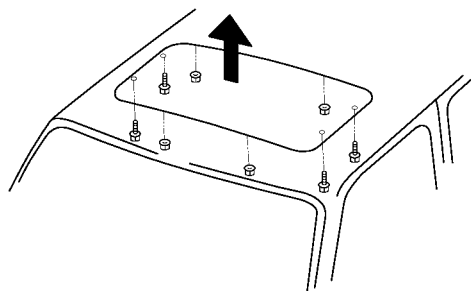
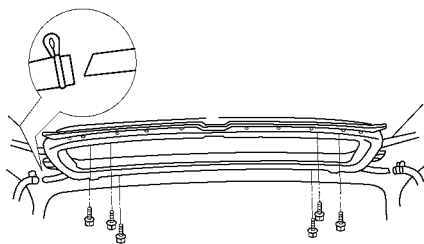

图 17-102 拆下可开式车顶窗
图 17-103 拆下 6 个螺栓和车顶窗导轨
(12) 拆下可开式车顶窗。在可开式车顶窗打开的状态下，旋下 4 个螺母和 4 个螺钉，向上滑动车顶窗板并拆下，如图 17-102 所示。
(13) 拆下可开式车顶窗锁闭眼。拆下 3 个螺钉和车顶窗锁闭眼。
(14) 拆下托架。拆下 4 个螺钉和托架。
(15) 拆下可开式车顶窗导轨。脱开 4 根排水软管，拆下 6 个螺栓和车顶窗导轨，如图 17-103 所示。